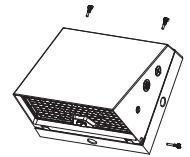

Fig. 2.5
7. Serrer les deux vis sur le dessus du luminaire pour terminer l'installation (Fig. 2.5).